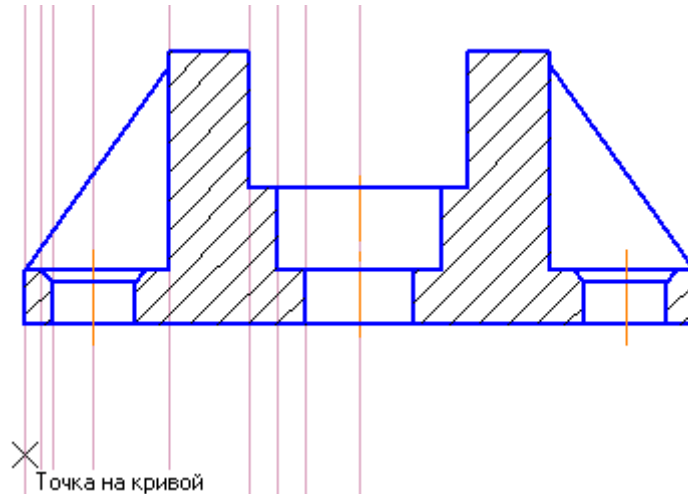

Рисунок 35.
- С помощью привязки Точка на кривой укажите первую вершину прямоугольника на крайней левой вспомогательной прямой (рис. 35).